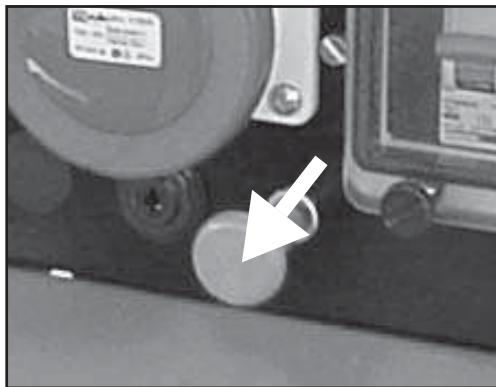

Fig.8
- 3) Version moteur Ruggerini: tirer la poignée située sur le tableau de bord (voir fig. 8) ; dès que le moteur est complètement éteint, déplacer à nouveau la clé sur la position "OFF".